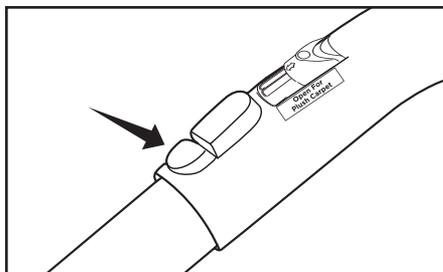

Fig. 1
- Desconecte el tubo del mango curvo presionando el Botón de Liberación del Tubo (Fig. 1).